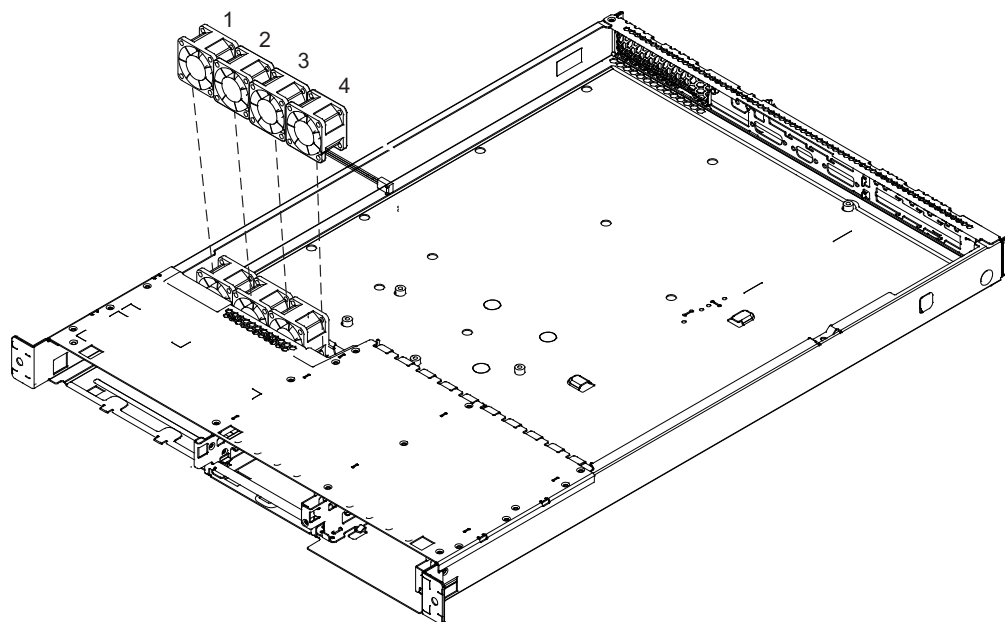

図 223. SAN ボリューム・コントローラー 2145-4F2 マイクロプロセッサ・ファンの位置
1. ファンを固定クリップの中に押し下げます。643 ページの図 223 は、ファンと保持クリップの位置を示しています。